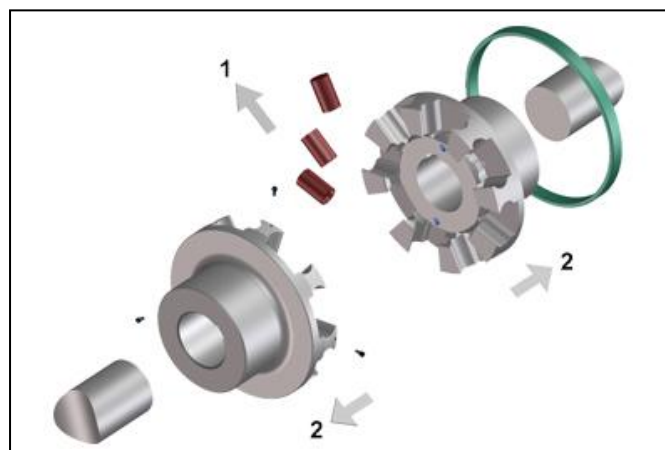

Bild 3
- Nehmen Sie die elastischen Puffer heraus (Bild 3, Pos. 1).
- Ziehen Sie die Kupplungsnaben in der vorgesehenen Position auf die Wellenenden auf (Bild 3, Pos.2).